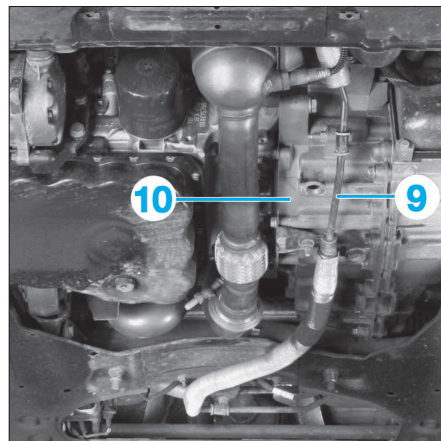

FIG. 6
- Écarter le tuyau (9) (Fig.6) de direction assistée.